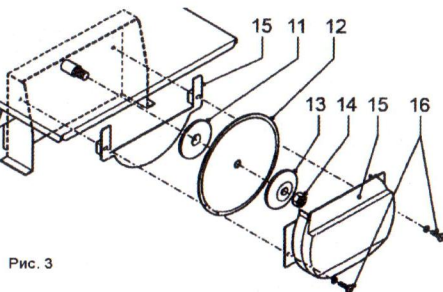

Рис. 3
Установка и замена отрезного диска (См. Рис.3)
- Демонтируйте защитный кожух (15), открутив крепежные винты (16) (См. Рис.3).
- Удерживая гаечным ключом шпindel, вторым гаечным ключом открутите гайку (14), снимите внешний фланец (13).
- Демонтируйте старый отрезной диск (12) и внутренний фланец (11).
- Установите на шпindel внутренний фланец (11) и новый отрезной диск (12).
- Установите обратно внешний фланец (13).
- Установите на место гайку (14) и крепко затяните ее.
- Установите защитный кожух (15). Крепко затяните винты (16).